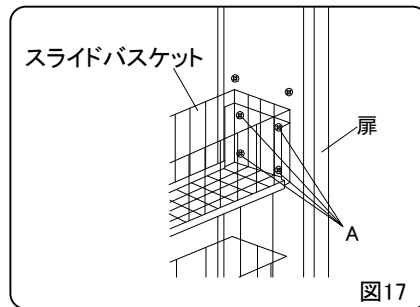

図17
- 調整後、ネジを締め直して、スライドバスケットをもとにもどす。(図17)